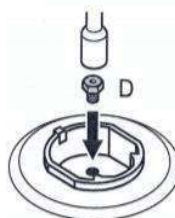

Figura 12.2
Instale o injetor (D) a ser convertido, como indicado na Figura 12.2 (consulte a Tabela 1 no final deste manual).